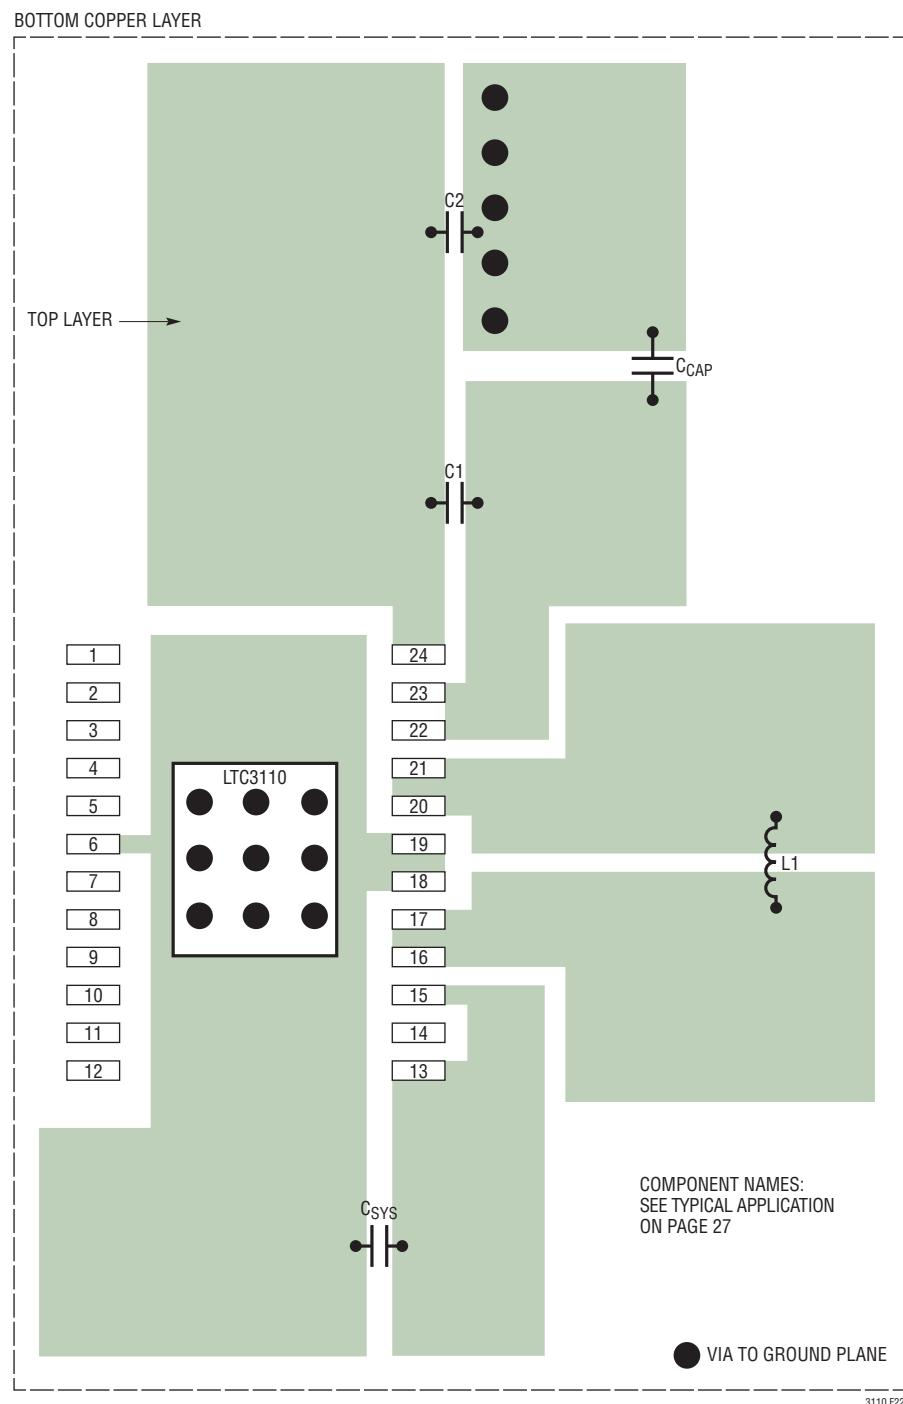

図19. TSSOPパッケージのPCB部品配置
LTC3110は大きな電流を高い周波数でスイッチングします。ノイズのない安定した動作を保証するには、PCB レイアウトに特別に注意が必要です。2層 PCB を使用する場合は、LTC3110に使用する推奨のPCB レイアウトを図19および20に示します。熱やノイズの理由から、4層 PCB レイアウトを推奨します。主なガイドラインは以下のとおりです。
1. 全ての循環する高電流経路をできるだけ短くします。これは図19と図20の部品への配線をできるだけ短くかつ幅広くすることによって実現できます。コンデンサのグランドは、できるだけ短い配線でビアによってグランド・プレーンに接続します。バイパス・コンデンサ CSYS および C_{CAP} は、できるだけデバイスの近くに配置し、グランドまでの経路をできるだけ短くします。